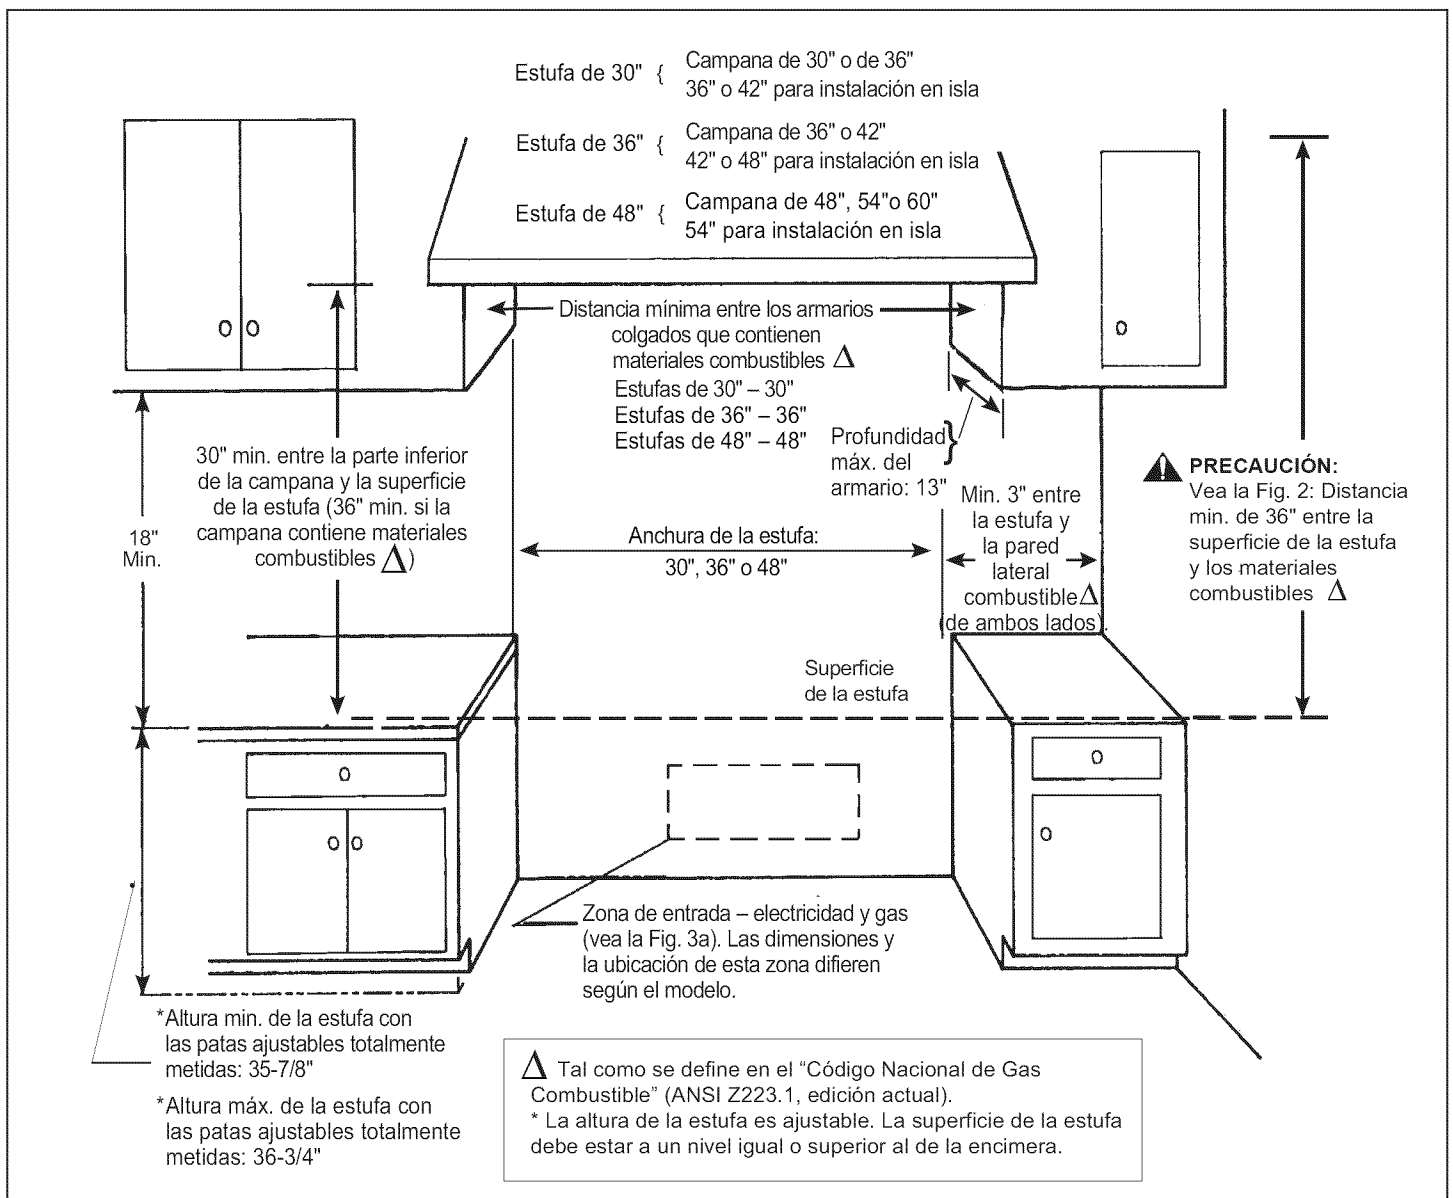

Figura 1: Espacio libre para los armarios
- Deje un espacio libre de un mínimo de 36" si la campana está hecha con materiales combustibles, como madera (vea la Figura 1).
1. La estufa es un aparato autoportante. Si desea colocar el aparato junto a armarios, debe instalarla dejando los espacios libres que se muestran en la Figura 1. Los mismos espacios libres aplican a instalaciones tipo isla, excepto por los armarios colgados, que deben tener un espacio suficientemente ancho para aceptar la campana de isla acampanada, como se indica en la Figura 1.